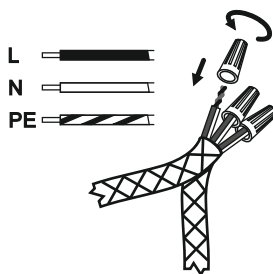

Рис. 7
3.12. Соединить провода ЭПС с проводом из стены с помощью изолирующих колпачков (входят в комплект поставки) и скрутить их (рис. 7).